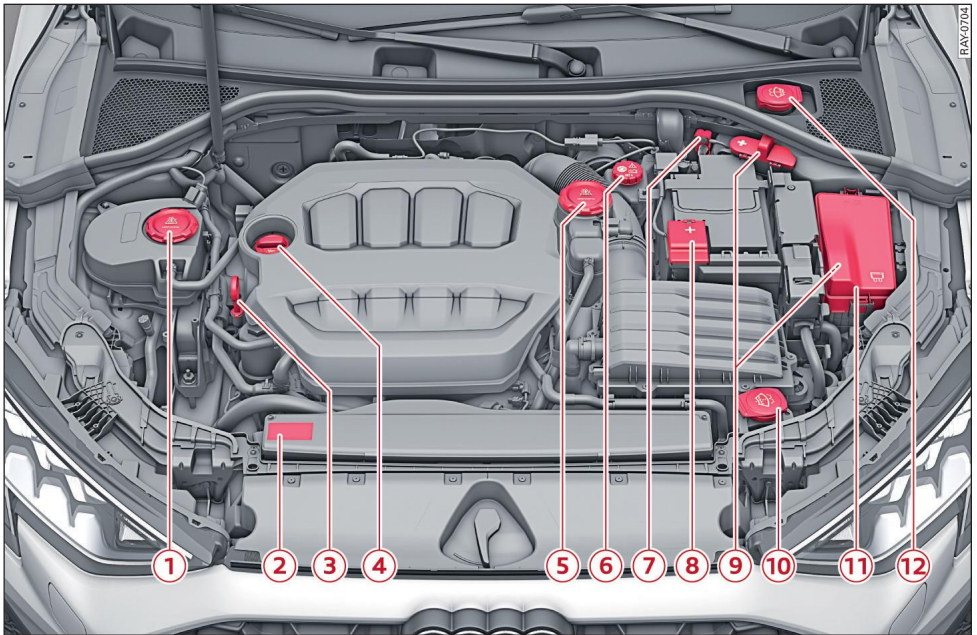
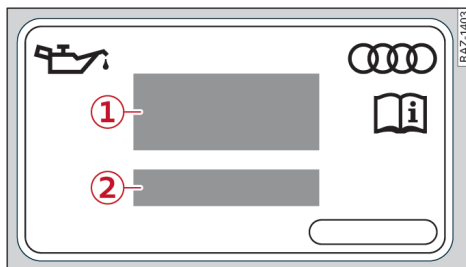

Fig. 174 Cuadro del motor: Representación gráfica
Fig. 175 Adhesivo relativo al aceite del motor
En caso de que deba reponer aceite del motor, utilice un aceite que se corresponda con la norma de aceite del motor especificada en el adhesivo ⇒ *fig. 175*. El adhesivo con la norma prescrita se encuentra en la parte delantera del compartimento del motor ⇒ *pág. 315, fig. 174*. Si utiliza este aceite del motor, podrá corregir el nivel de aceite las veces que sean necesarias.
- ▶ Extraiga la varilla de medición de aceite ⇒ *pág. 315, fig. 174*, límpiela con un paño limpio y vuelva a introducirla hasta el tope.